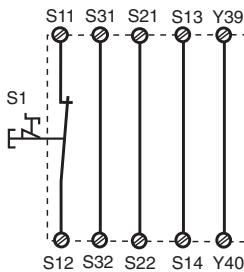
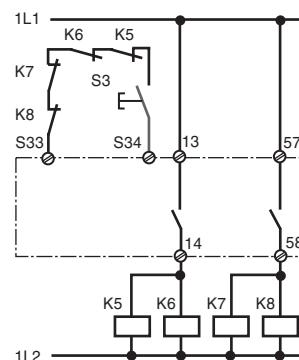

Fig. 2: Circuito de entrada monocanal, automático. rearme/Circuito di entrata monocanale, start automat./Eenkanalig ingangscircuit, automatische start
Fig. 9: como la Fig. 8 con rearme supervisado/come fig. 8 con start controllato/Zoals fig. 8 met bewaakte start
En las fig. 2... a fig. 9 se presentan ejemplos de conexión posibles; paro de emergencia. Los cortocircuitos a través del paro de emergencia también son detectados.
- Fig. 2: S33-S34 **no** conectado
In fig. 2 ... fig. 9 sono riportati degli esempi di collegamento per il cablaggio di arresto d'emergenza con start automatico e manuale, per il comando delle porte di sicurezza, nonché per la moltiplicazione dei contatti mediante relè esterni.
- Fig. 2: **nessun** collegamento S33-S34
In fig. 2 ... 9 worden aansluitvoorbeelden gegeven van noodstopschakelingen met automatische en bewaakte start, hekbewakingen en contactvermeerdering d.m.v. externe magneetschakelaars.
- Fig. 2: **geen** verbinding S33-S34